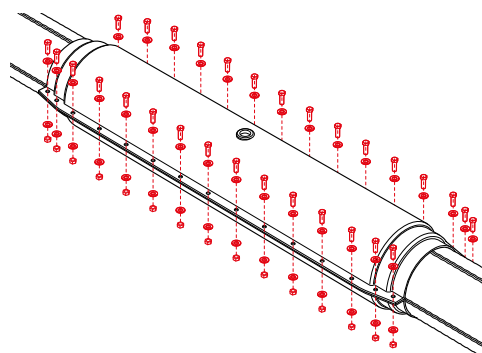

Рис. 4.8.7
7. Соединить верхнюю и нижнюю половины защитного кожуха при помощи крепежных элементов, входящих в комплект поставки изделия (рис. 4.8.7).